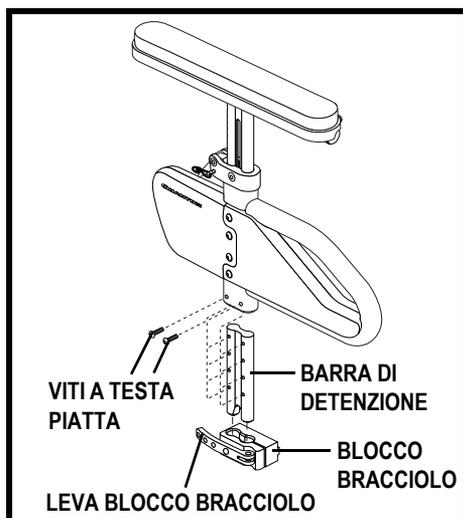

Figura 10. Regolazione dell'altezza della parte inferiore del bracciolo
1. Rimuovere le due viti a testa piatta dalla barra di regolazione. **Vedere figura 10.**